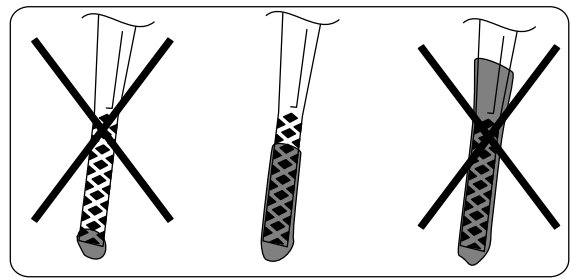

Figure 6
2. Retirez la jauge (Figure 6) et versez de l'huile dans le goulot de remplissage pour remplir le carter jusqu'aux 3/4.
5. Sortez de nouveau la jauge et vérifiez le niveau d'huile (Figure 6).